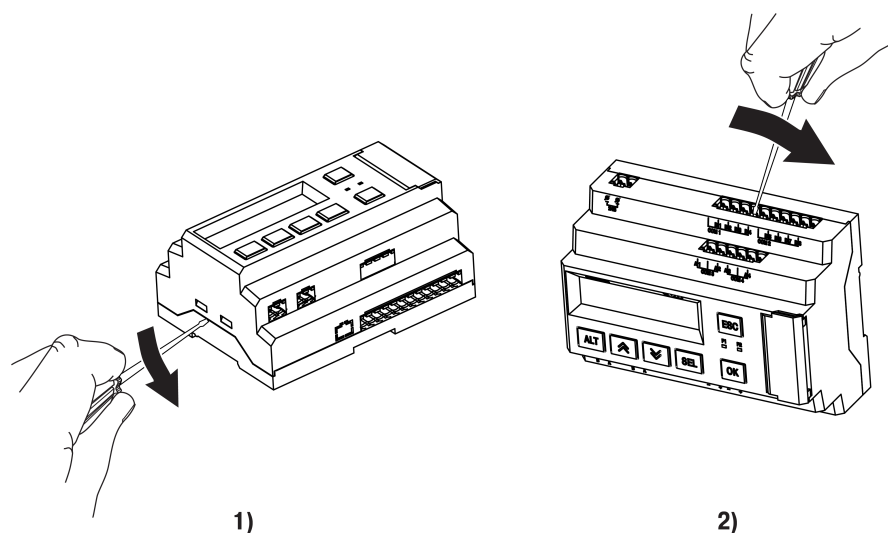

Рисунок 8.8 – Схема разборки ПР200. Снятие верхней крышки
- Снять верхнюю крышку. Для этого отверткой вывести из зацепления защелки основания из отверстий в торцевых поверхностях крышки (см. рисунок 8.8, 1). Приподнять крышку над основанием.
- Отверткой отогнуть крышку от разъемов на среднем уровне с двух сторон (см. рисунок 8.8, 2). Усилие следует прикладывать у нижних разъемов.